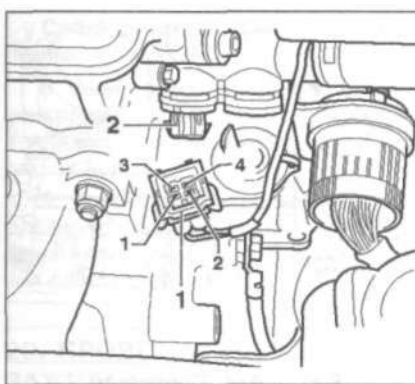

Рис. 3.39. Отсоедините разъем проводки 1 от датчика кислорода 2.
5. Отсоедините разъем проводки 1 от датчика кислорода 2 (рис. 3.39). Напряжение должно возрасти и затем снова упасть до прежнего уровня.